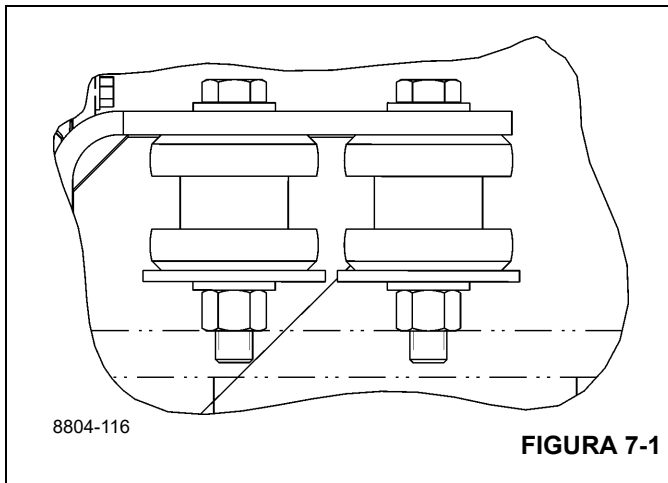
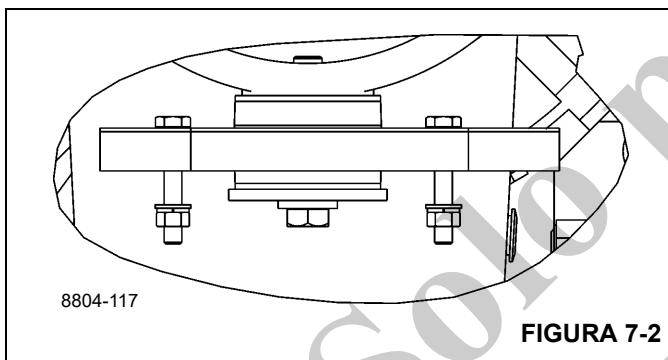

FIGURA 7-1
FIGURA 7-2
15. Cuando el dispositivo elevador esté sujetando el peso del motor, retire dos pernos, cuatro arandelas planas, dos arandelas de seguridad y dos tuercas que fijan la parte delantera del motor al chasis (vea la Figura 7-2). Retire los montajes amortiguados de 2 piezas, dos pernos, dos tuercas y dos arandelas de fijación, además de cuatro arandelas que fijan cada lado de la transmisión/convertidor de par al chasis (vea la Figura 7-1).
2. Coloque el motor en su posición y fije cada lado de la transmisión/convertidor de par con montajes amortiguados de 2 piezas, dos pernos, dos tuercas, dos arandelas de fijación, además de cuatro arandelas (vea la Figura 7-1). En la parte delantera del motor, fije el montaje del motor al chasis con dos pernos, cuatro arandelas planas, dos arandelas de seguridad y dos tuercas (vea la Figura 7-2).